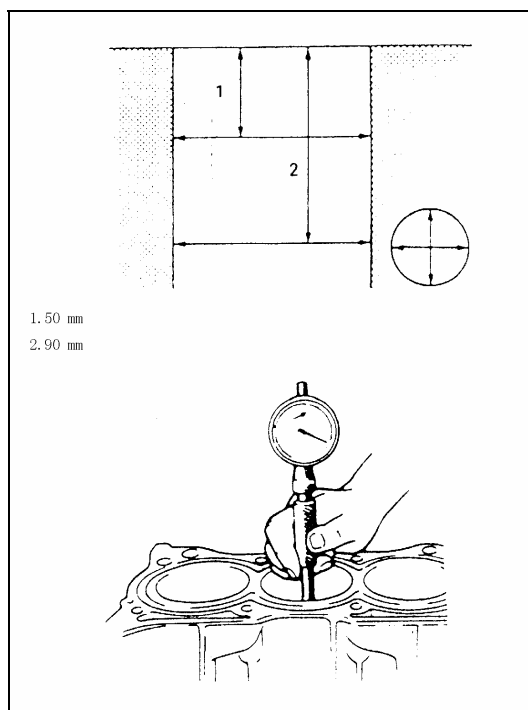

Рис. 4-107.
2). Как показано на Рис. 4-107, измерить диаметр поршня по двум направлениям – поперечному (т.е. в направлении упорной поверхности) и осевому с помощью микрометра.